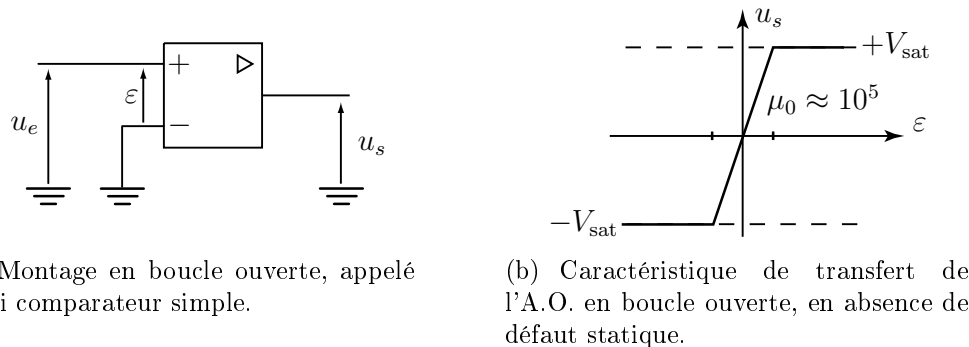

FIGURE 4 – Amplificateur opérationnel en boucle ouverte.
- ☞ Réaliser le montage représenté figure 4(a).
- ☞ Analyser les différentes parties de la caractéristique de transfert $u_s = f(\varepsilon)$ de l'A.O. en boucle ouverte (figure 4(b)).